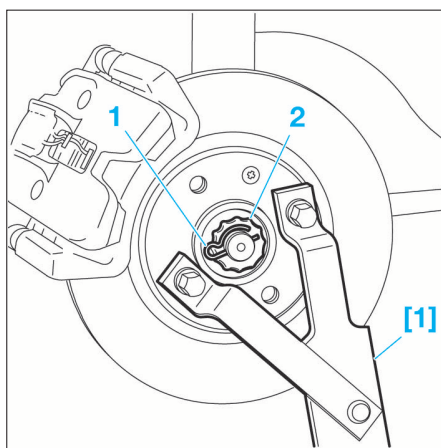

FIG. 1
- Mettre en place l'outil [1] (outil d'immobilisation de moyeu ref. 6310-T) (Fig.1).